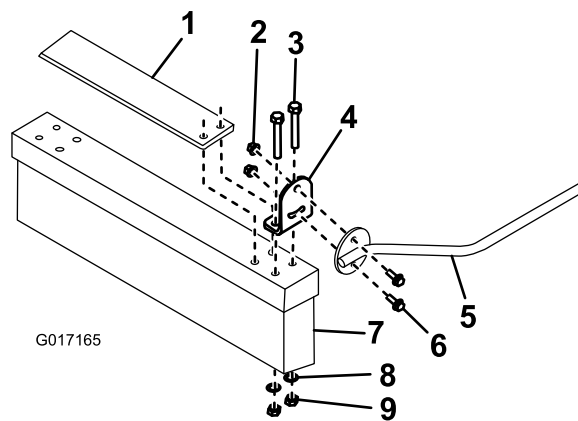

Bild 7
2. Befestigen Sie eine Bürstennase mit 2 Schrauben (M8 x 60 mm), Scheiben und Sicherungsmuttern (M8) an jedem Ende der Bürste. Positionieren Sie die Nasen wie in Bild 7 dargestellt. Nutzen Sie die äußeren Löcher für eine Anbringung in einem 21-Zoll-Mähwerk und die inneren Löcher für ein 18-Zoll-Mähwerk.
3. Befestigen Sie eine Befestigungshalterung für die Bürstenstange mit 2 Bundkopfschrauben (M6 x 20 mm) und Bundmuttern (M6) an jeder Bürstennase (Bild 7).